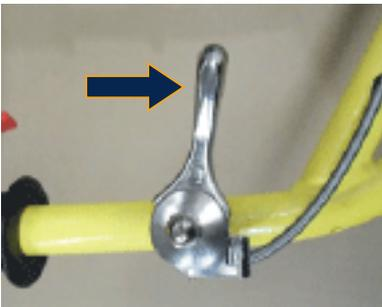
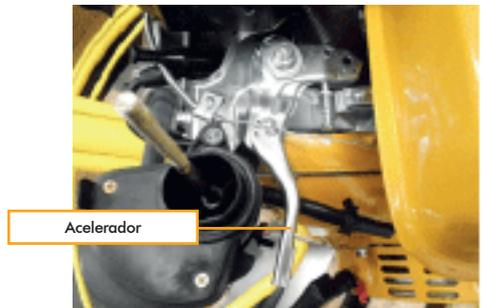

Fig. 32
Fig. 33
d) Fazer o teste posicionando a alavanca na aceleração máxima (Fig. 32), verificando se o acelerador percorre todo o curso de aceleração, indo até o limite máximo de aceleração e sem folga no cabo (Fig. 33):